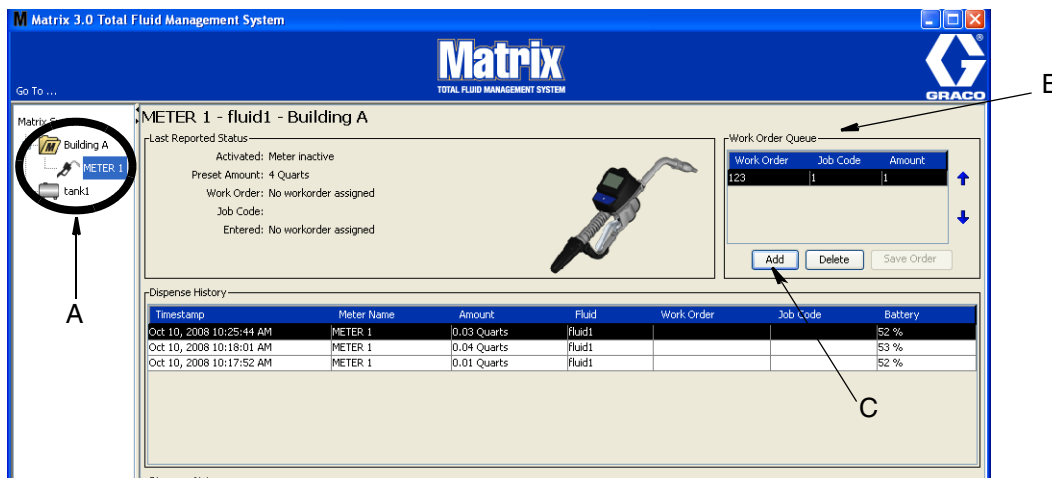

图 188
1. 在 Matrix 主屏幕系统管理员定义的组区域 (A) 中，选择工作订单要发送到的流量计 (图 188)。
- 在屏幕的工作订单队列部分 (B)，单击“添加”按键 (C) (图 188)。显示一个可用于该流量计的工作订单列表。